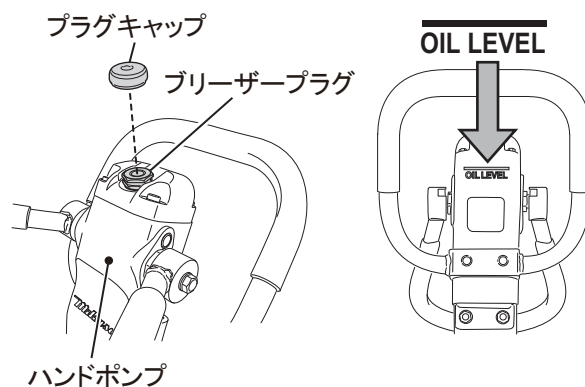
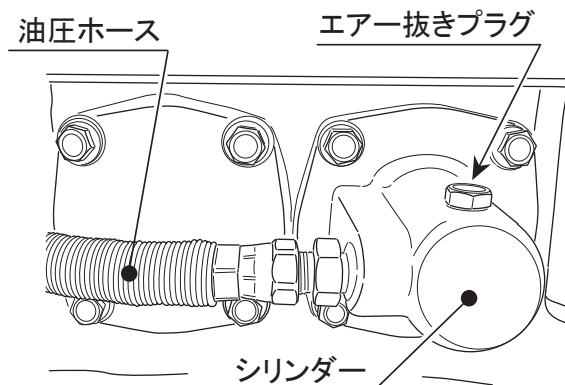

図 29
図 30
100時間運転毎に作動油を点検してください。ハンドルバーを作業角度にして油圧ハンドポンプ上部のブリーザープラグを外し作動油が規定量(OIL LEVEL)まで入っているか点検してください。(図29)
1. ハンドポンプのプラグキャップを外し、ブリーザープラグ(24mmレンチ)を外してから起振体側シリンダーに接続している油圧ホースを外し、走行レバーを前進にして、ポンプ内の作動油を抜きます。(図29,図30)
2. 作動油を抜いた後、再度油圧ホースを起振体側シリンダーに取付けます。(図30)
4. 起振体のシリンダー部エア抜きプラグを外ししばらくすると、オイルが出てきますので気泡が出なくなったら、プラグを取り付けます。しっかり締め付けてください。(図30)
5. ハンドポンプ内の作動油の油面がオイルレベル(OIL LEVEL)と同じであることを確認し、ブリーザープラグを取付けます。最後にブリーザーキャップを取付けます。(図29)